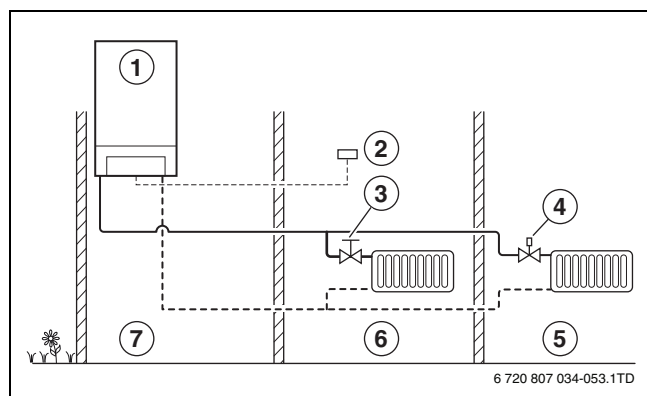

Fig. 23 Principiul de reglare al regulatorului în funcție de temperatura camerei
- La reglarea în funcție de temperatura încăperii, temperatura dorită este reglată în camera 1 cu ajutorul unității de comandă montate acolo (regulator comandat în funcție de temperatura încăperii). Pentru reglarea corectă a temperaturii încăperii, radiatoarele trebuie executate cu ventile de radiator manuale sau ventilele de radiator termostactice trebuie deschise complet (→ fig. 23).